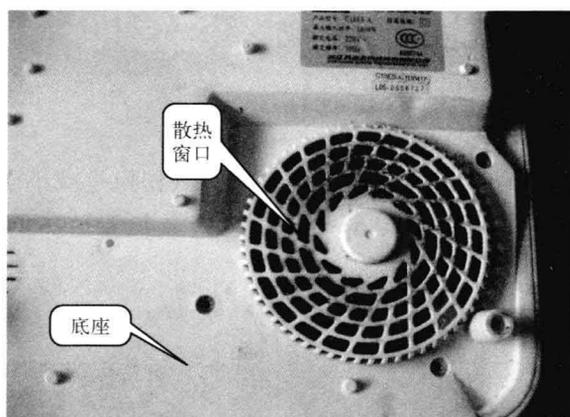

图 1-5 电磁炉的底座及散热窗
**4) 底座及散热窗** 如图 1-5 所示，在电磁炉的背面一个散热窗口，在窗口的里面有散热风扇。电磁炉在工作时利用该散热风扇加快电磁炉内部的空气流动，把电磁炉内部的热量及时从散热窗口排出，从而保证内部各零部件能正常工作，防止内部温度过高而损坏元器件。因此，在电磁炉处于工作状态时，千万不能堵塞散热窗口。